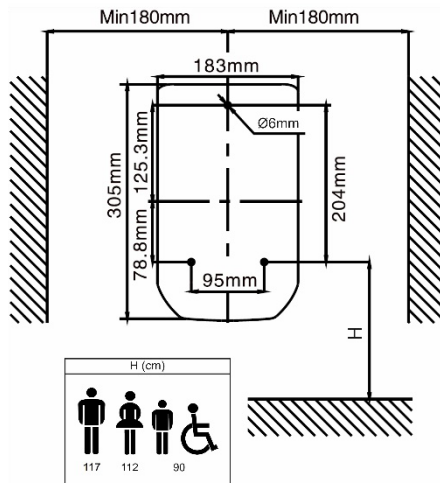

Fig. 3
- (Fig. 3) Asegure que el lugar donde va a instalar el aparato, respeta las medidas mínimas indicadas. Recomendamos variar la altura instalación del aparato, dependiendo de si se quiere instalar en un servicio para hombres, mujeres, niños y discapacitados.